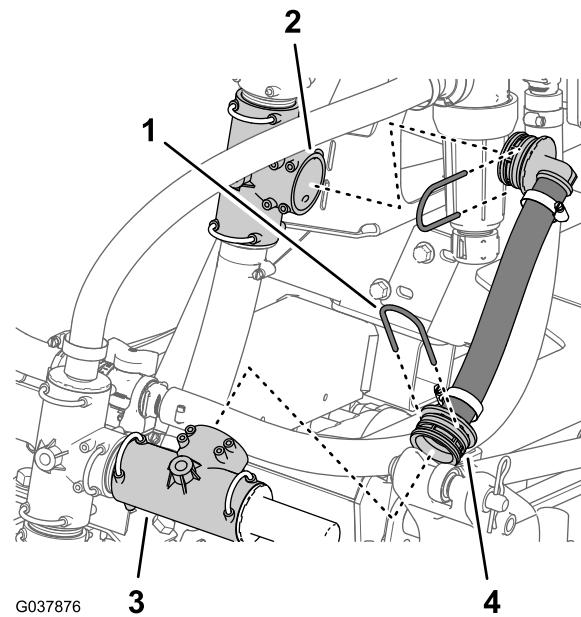

图65
1. 在泄压阀上拆下将泄压阀软管固定到 T 形接头的卡环 图65。
2. 拆下将泄压阀软管固定到下 T 形接头的卡环然后从机器上卸下泄压软管 图65。